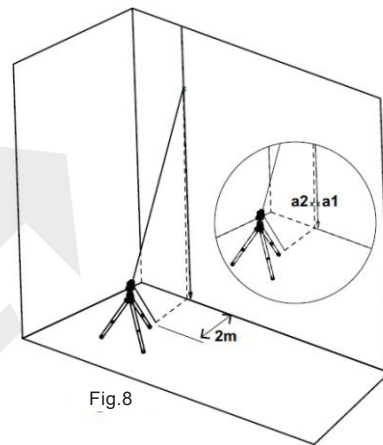

Fig.8
6. Marquez le point a2 sur le mur, au milieu de la ligne verticale, à la même hauteur que a1. (voir figure 8).